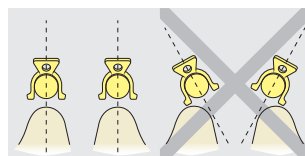

Fig. 4
- per evitare una disattivazione prematura della lamelle, con un simultaneo inserimento o disinserimento della protesi, i cavalieri devono essere posizionati paralleli tra loro (Fig. 4).